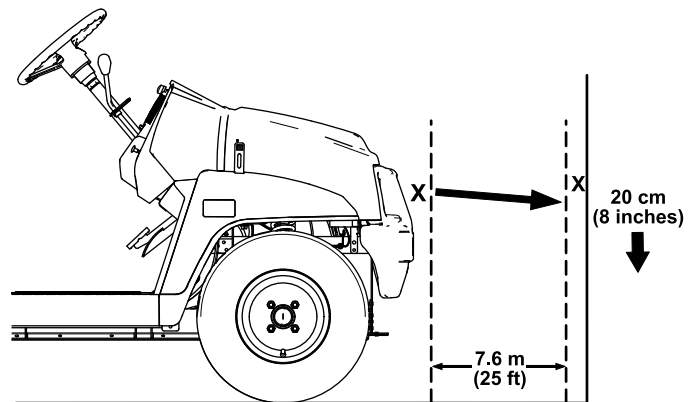

Figura 44
- Aparque la máquina en una superficie nivelada con los faros a unos 7.5 m (25') de una pared (Figura 44).
La parte más brillante del haz del faro debe estar a 20 cm (8") por debajo de la señal hecha en la pared (Figura 44).